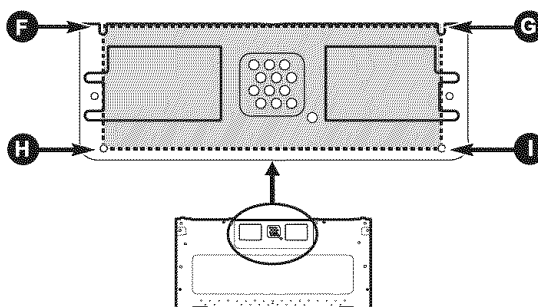

Figure 28
2. À l'aide d'un crayon, faire des points dans les fentes F et G ainsi que dans les trous H et I. Retirer la plaque de montage et tracer des lignes pour relier les points. Ceci donne les dimensions et la position du découpage de la boîte de conduit arrière. Voir figure 28.